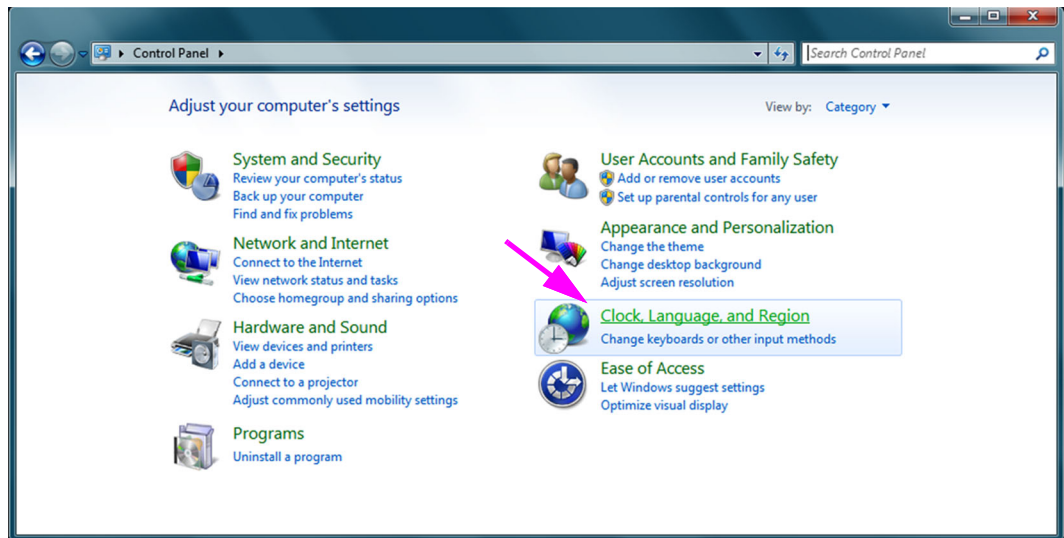

Figura C-13. Ventana Control Panel (Panel de control)
3. Abra el Control Panel (Panel de control) y luego haga clic en **Clock, Language, and Region (Reloj, idioma y región)** (consulte la Figura C-13).